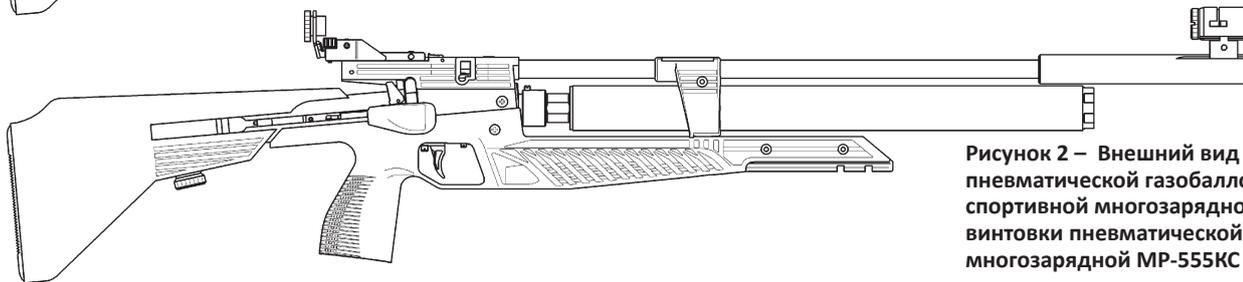
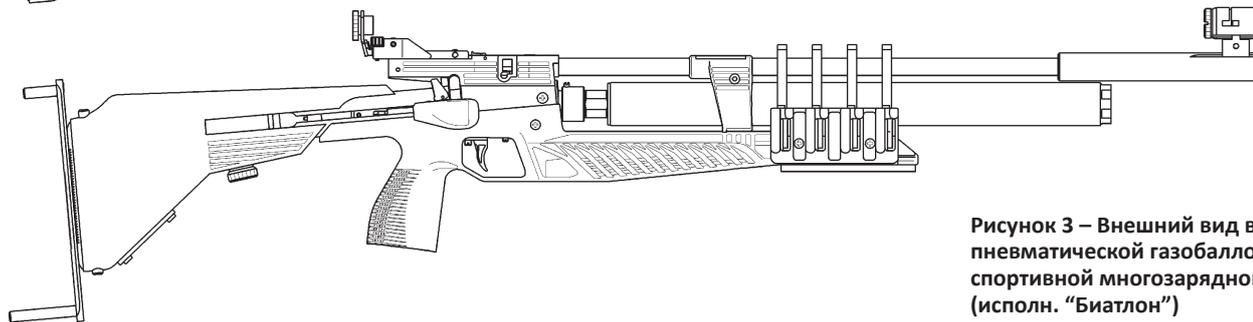

Рисунок 2 – Внешний вид винтовки пневматической газобаллонной спортивной многозарядной МР-555К и винтовки пневматической газобаллонной многозарядной МР-555КС
Рисунок 3 – Внешний вид винтовки пневматической газобаллонной спортивной многозарядной МР-555К-01 (исполн. “Биатлон”)
пневматическая газобаллонная многозарядная MP-555KC (рисунок 2), винтовка пневматическая газобаллонная спортивная MP-555K-01 (исполн. “Биатлон”) (рисунок 3), винтовка пневматическая газобаллонная спортивная многозарядная MP-555K и винтовка пневматическая газобаллонная многозарядная MP-555KC (исполнения с деревянной ложей) (рисунок 4), винтовка пневма-
1.2.9 Отличительные особенности винтовки МР-555К-01 (исполн. "Биатлон") (рисунок 3) от ее базового исполнения (рисунок 2):
1.2.10 Отличительные особенности винтовки МР-555КС-04 (рисунок 4) от ее базового исполнения (рисунок 2):
1.2.11 Отличительные особенности винтовок МР-555К-05, МР-555КС-08 (рисунок 5) от ее базового исполнения (рисунок 2):